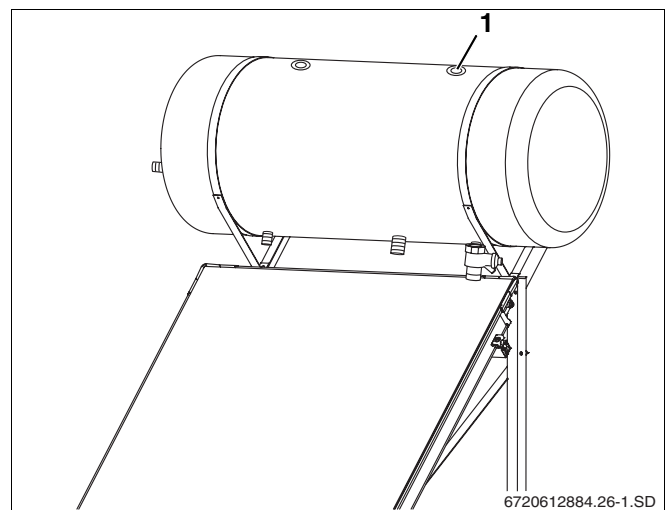

fig. 27 Encher a instalação
- ▶ Encha o fluido térmico em cima no termoacumulador (fig. 27, **item 1**) até que este saia pelo ponto de enchimento.